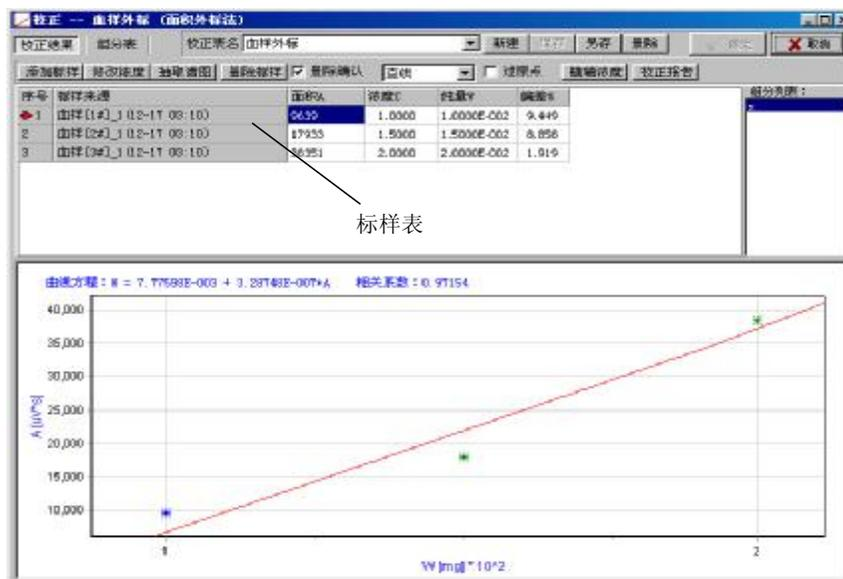

图 6-2
1.2 指定待校正的方法，打开“校正”对话框。如图 6-2 所示：